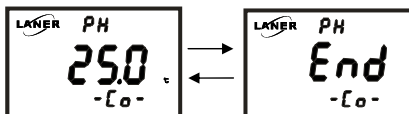

图 7-19
2、按 **←** 键或 **→** 键将数值调至控制所需的数值，然后按 ENT 键确认，仪表显示温度补偿调节结束。显示如图 7-19 所示：